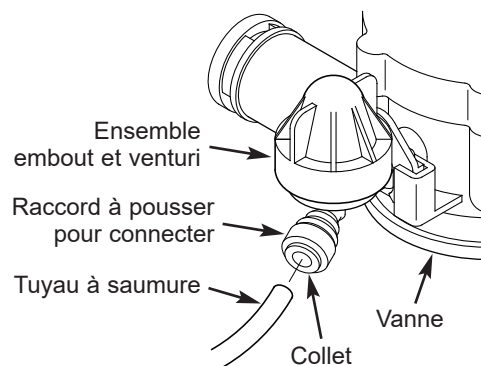
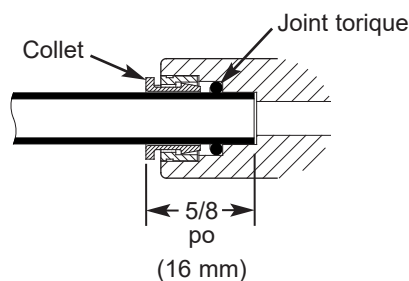

FIG. 15
FIG. 17
- Connectez le tuyau à saumure en insérant l'extrémité dans le raccord à pousser pour connecter sur l'ensemble embout et venturi de la vanne (cf. Fig. 15). Poussez-le jusqu'à ce qu'au moins 16 mm (5/8 po) de tuyau soit inséré (cf. Fig. 17).